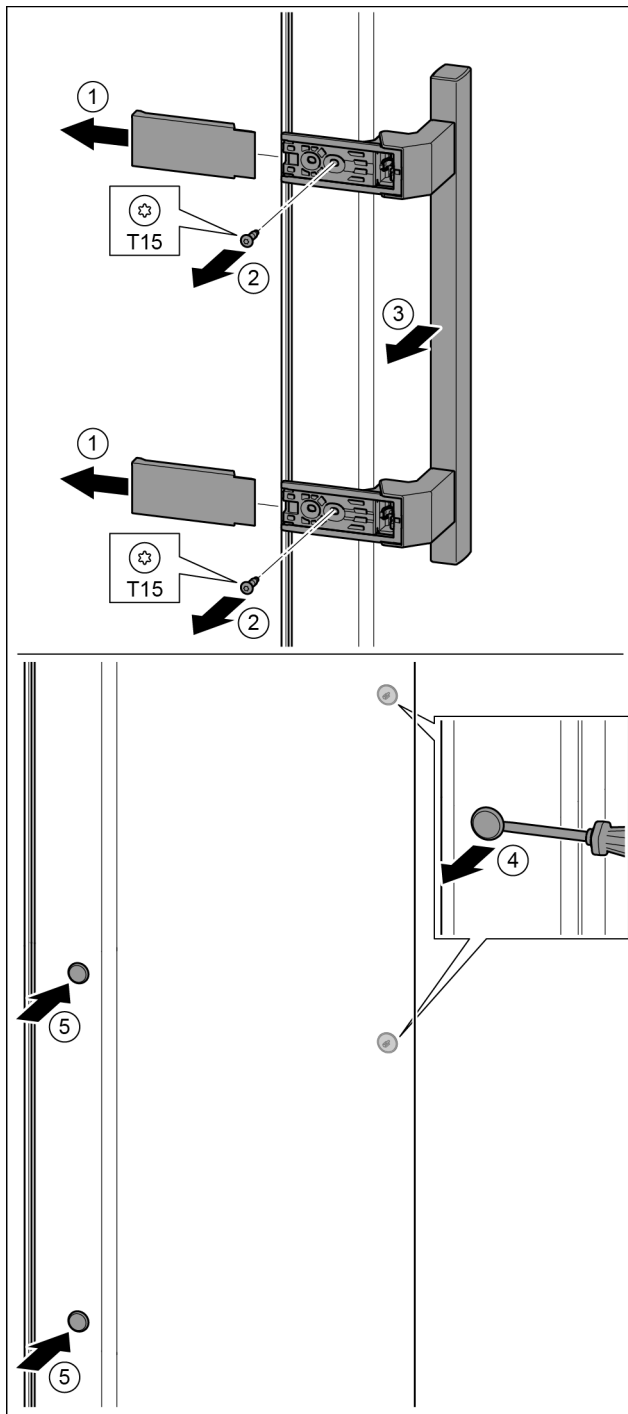

Fig. 18
- ▶ Retire la cubierta. Fig. 18 (1)
- ▶ Desenrosque los tornillos con el destornillador T15. Fig. 18 (2)
- ▶ Retire el tirador. Fig. 18 (3)
- ▶ Levante cuidadosamente el tapón lateral con un destornillador para tornillos de cabeza ranurada y extráigalo. Fig. 18 (4)
- ▶ Vuelva a colocar el tapón en el otro lado. Fig. 18 (5)